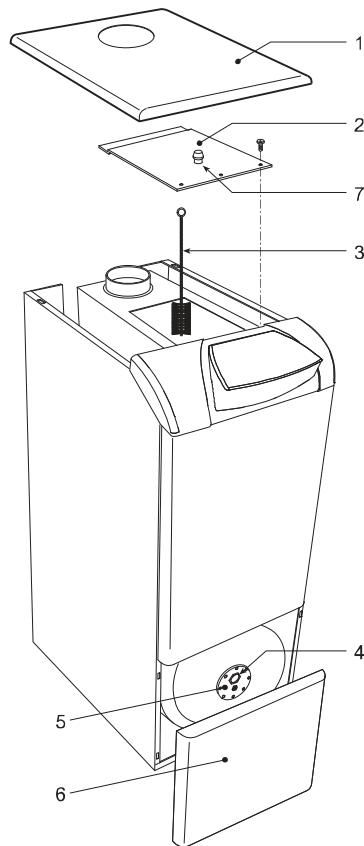

fig. 18 - Reiniging van de verwarmingsketel
Voor een goede reiniging van de verwarmingsketel (fig. 18) dient u als volgt te werk te gaan:
- Demonteer het frontpaneel van de boiler (6 - fig. 18).
De mate van slijtage van de magnesiumanode (4 - fig. 18) kan rechtstreeks geverifieerd worden door vanaf de buitenkant de flens van de boiler te demonteren (na eerst de toevier van het sanitair water te hebben afgesloten en de boiler te hebben geleegd).
In de verwarmingsketel in het bovenste gedeelte van de trekonderbreker bevindt zich een rookafnamepunt (detail 7 - fig. 18).